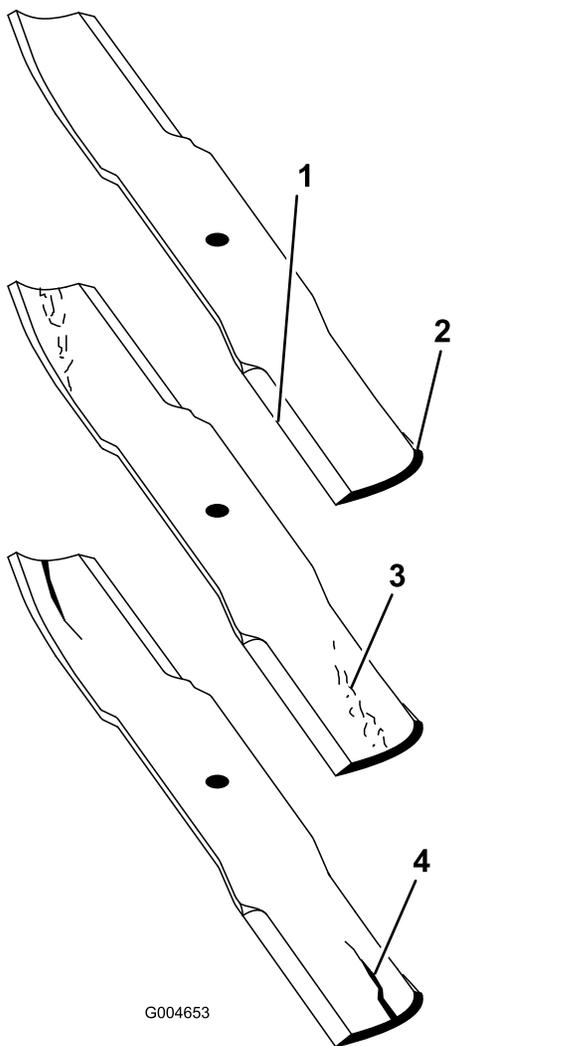

Figure 79
3. Examinez attentivement les tranchants de la lame, particulièrement au point de rencontre des parties plane et de l'ailette (**Figure 79**).
Remarque: Le sable et les matières abrasives peuvent éroder le métal à cet endroit, c'est pourquoi il est important de contrôler l'état de la lame avant d'utiliser la tondeuse. Remplacez la lame si elle semble usée (**Figure 79**).